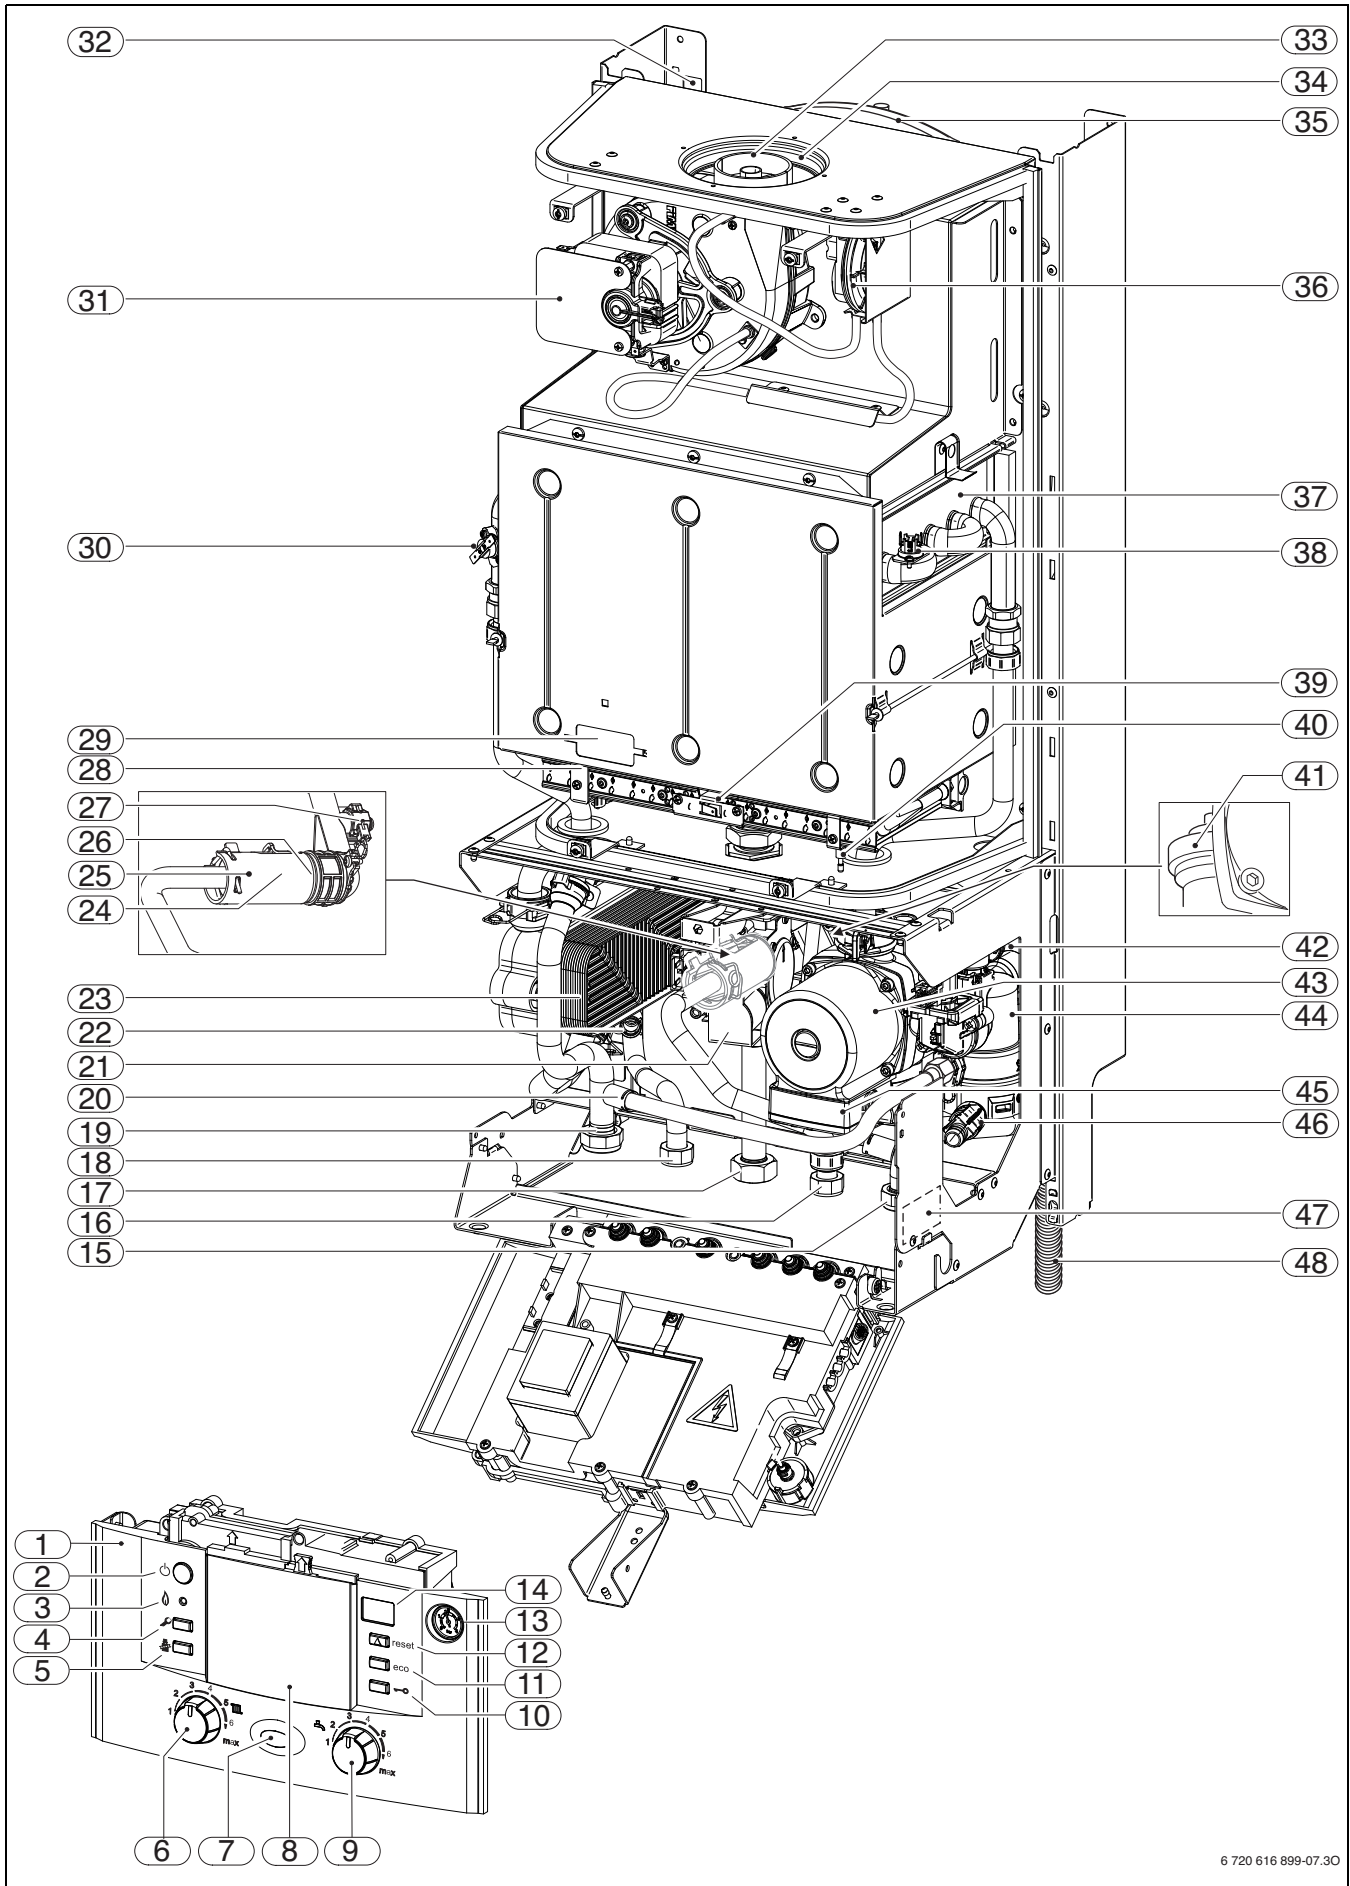

Fig. 4 Chaudière murale à gaz NGVA/NGVS/CGVA ...
La plaque signalétique se trouve en bas à droite de l'appareil (→ fig 4, page 8).
**Légende de la figure 4:**